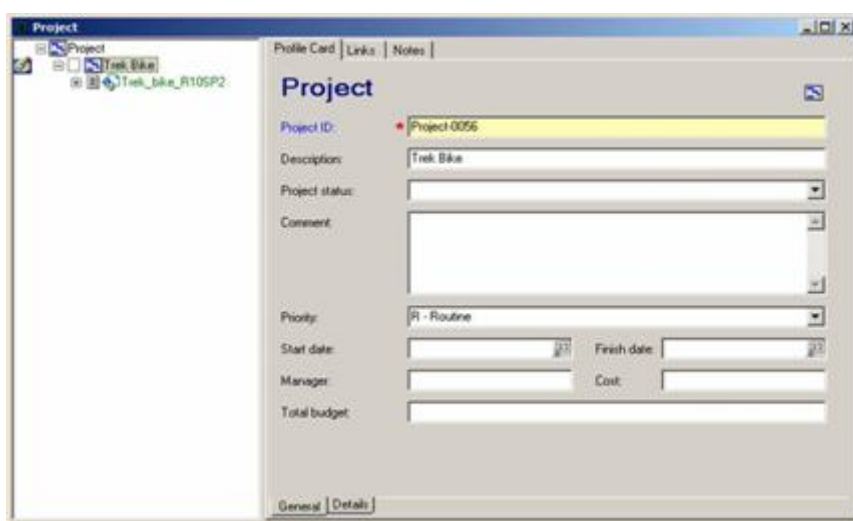

Рис.16.10. Результаты запроса
8. Показываются связи, присоединенные к результату запроса (рис.16.10).